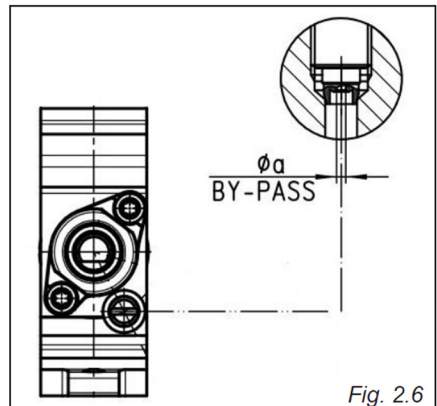

Fig. 2.6
Die Hähne des Kochfelds sind mit Sicherheitsventilen ausgestattet; bei diesen Hähnen befindet sich die Leerlaufschraube außerhalb des Hahns (Abb. 2.6). Beim Wechsel von einer Gasart zu einer anderen muss auch der Mindestdurchfluss des Hahns korrigiert werden, wobei die Flamme in dieser Stellung etwa 4 mm lang sein muss und auch bei einem plötzlichen Wechsel
- Entfernen Sie den Drehknopf und stellen Sie mit einem Schraubendreher die Schraube „A“ (Abb. 2.6) ein, bis die gewünschte Flammenhöhe erreicht ist.